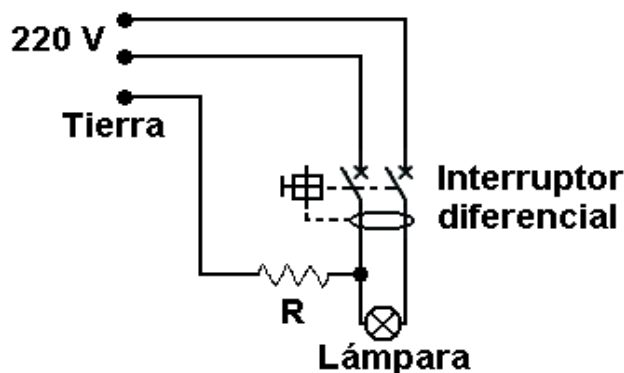

Figura 1.
1. Arme el circuito que se muestra en la figura 1, con R=15 K Ω .